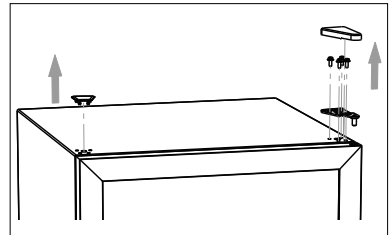

Abb. 6
- ▶ Entfernen Sie die Scharnierabdeckung des oberen Türscharniers (15) (siehe **Abb. 6**). Setzen Sie dafür einen flachen Schraubendreher seitlich unter die rechte Außenkante der Abdeckung und hebeln Sie diese vorsichtig nach oben ab.
- ▶ Lösen Sie die vier Schrauben des oberen Türscharniers (15) mit einem Kreuzschlitzschraubendreher oder einem 8er-Schraubenschlüssel und entfernen Sie das Türscharnier (15) (siehe **Abb. 6**).
- ▶ Entfernen Sie die Bohrlochabdeckung (13) an der linken Geräteoberseite ebenfalls (siehe **Abb. 6**) und stecken Sie die Bohrlochabdeckung (13) auf die freigewordenen Schraubenlöcher auf der gegenüberliegenden Seite.